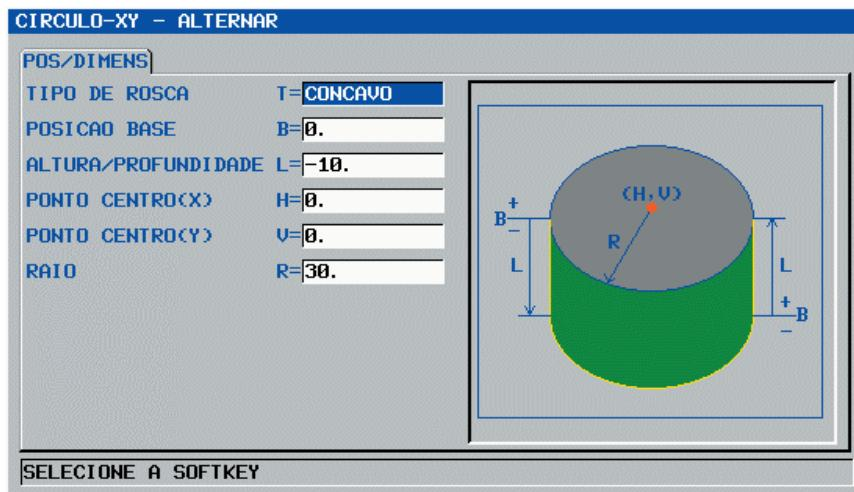

Figura 38 - Janela de cavidade com perfil circular (cavidade maior)
- Preencher os campos conforme a figura 38